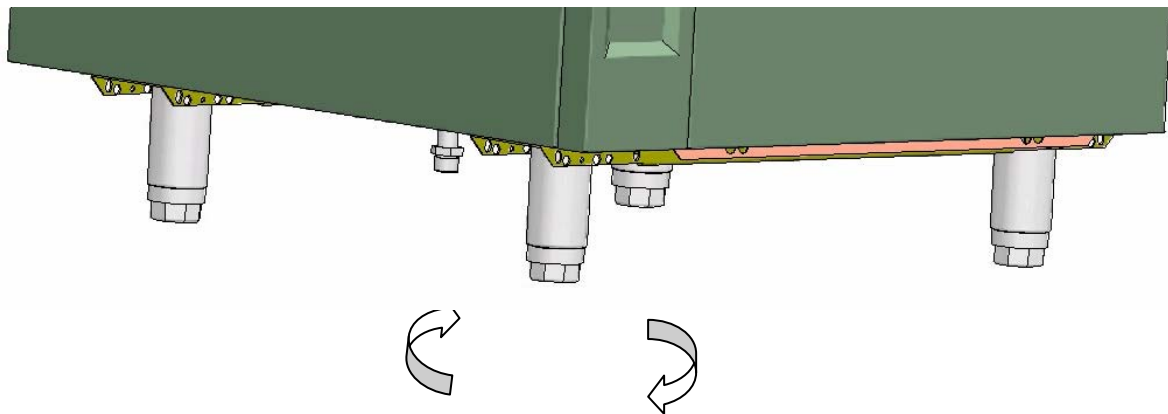

Fig.1
- ★ Nivelar y regular la altura del aparato. (Fig. 1)